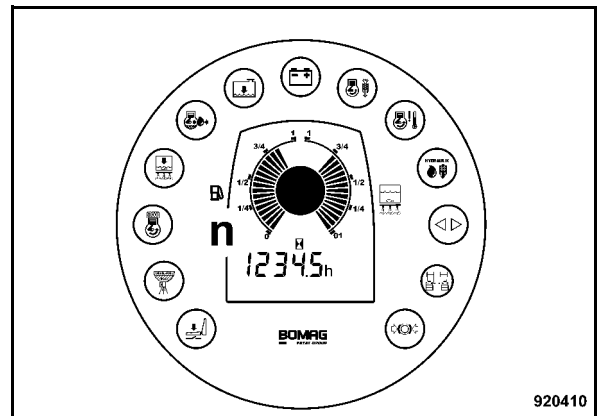

Fig. 122
- Controllare il livello sull'indicatore carburante (n) (Fig. 122) nello strumento combinato.